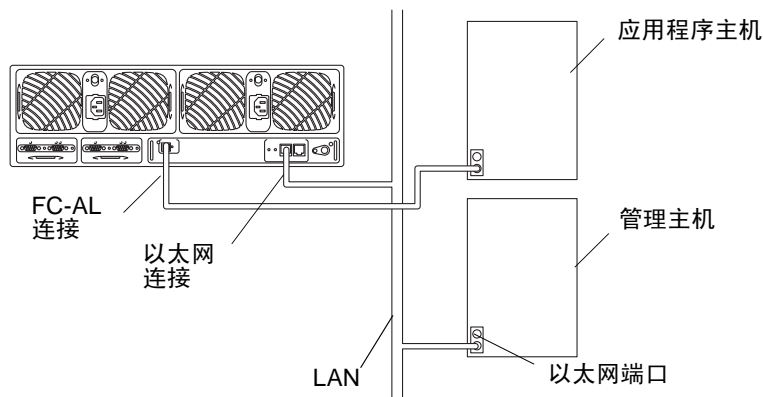

图 1-4 工作组配置
- **工作组**。此独立的阵列是一种高性能、高 RAS 的配置，它有唯一的硬件 RAID 高速缓存控制器。此部件插满了冗余的**热插拔**组件和九个磁盘驱动器（图 1-4）。